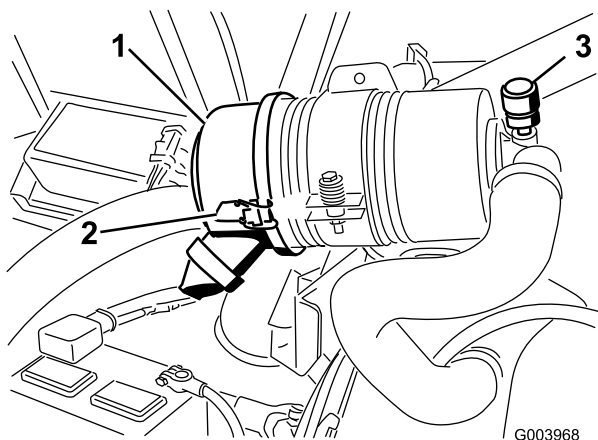

Figura 50
Revise el filtro del limpiador de aire únicamente cuando el indicador de mantenimiento (Figura 50) lo requiera. El cambiar el filtro antes de que sea necesario sólo aumenta la posibilidad de que entre suciedad en el motor al retirar el filtro.
1. Abra los enganches que fijan la tapa del limpiador de aire a la carcasa del limpiador de aire (Figura 50).